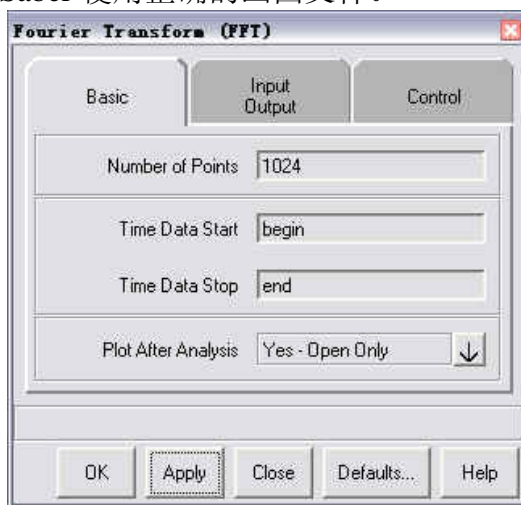

图 4-4 FFT 分析面板
- 1、显示 **FFT** 面板 (**Analyses>Fourier>FFT**), 如图 4-4 所示